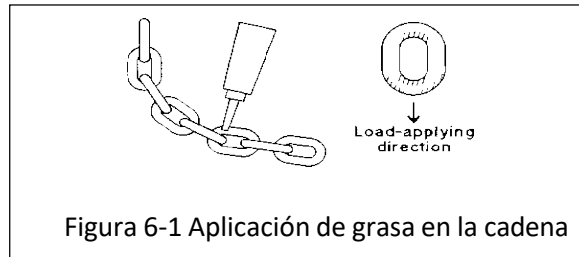

Figura 6-1 Aplicación de grasa en la cadena
- Aplique grasa lubricante Harrington (Pieza No. ER2CS1951) o equivalente a grasa de litio general industrial, NLGI No. 0 a las superficies del cojinete de los eslabones de la cadena de carga según se indica en las áreas sombreadas en la Figura 6.1. Aplique también la grasa a las áreas de la cadena de carga (las áreas sombreadas en la Figura 6.1) que tocan la roldana de carga. Asegúrese de que la grase se aplique en las áreas de contacto en los bolsillos de la roldana de carga.